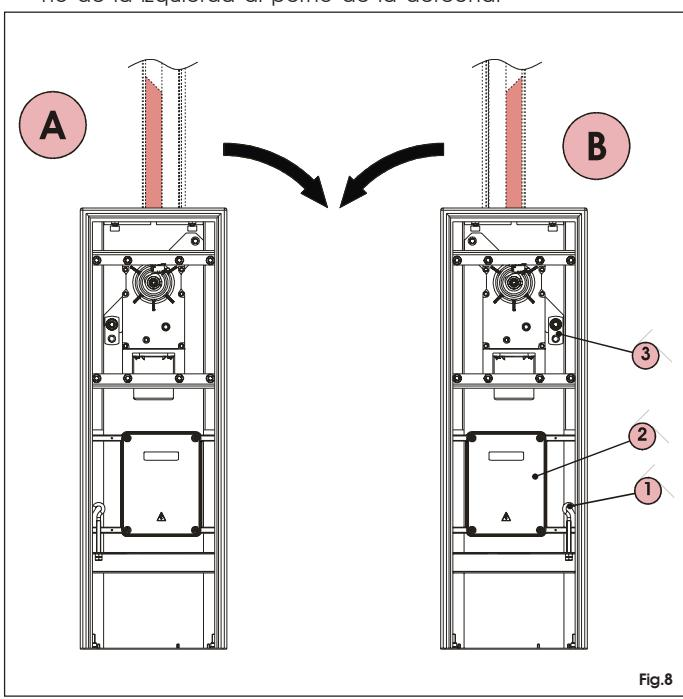

Fig.8
Atención: La automación se entrega preparada para una instalación izquierda (fig.8 ref. A).
Para transformar la automación de izquierda a derecha (fig.8 ref. B) procedan del siguiente modo:
- Quiten el tirante ref.1 fig.8.
- Desplacen de derecha a izquierda la central ref.2 fig.8.
- Coloquen el tirante ref.1 fig.8 en el orificio situado a la derecha de la central.
- Desplacen el platillo de fijación del muelle, ref.3 fig.8, del perno de la izquierda al perno de la derecha.